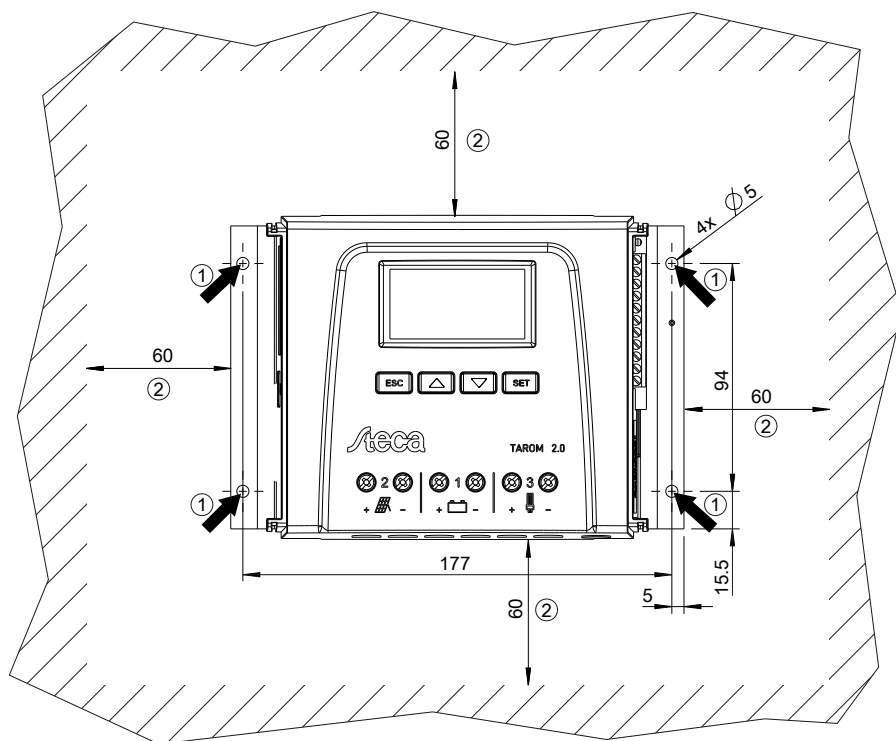

Fig. 4: Orificios de fijación ① y espacios libres ②
- Alrededor de todo el regulador debe haber un espacio libre de como mínimo 60 mm. El espacio libre hace referencia al regulador *sin* cubiertas; véase ② en fig. 4.
- No realizar ninguna perforación a través de los orificios de fijación ① (fig. 4).
3. ➤ Colocar el regulador horizontalmente sobre la superficie de montaje y marcar los orificios de montaje a través de las correspondientes aperturas ①.